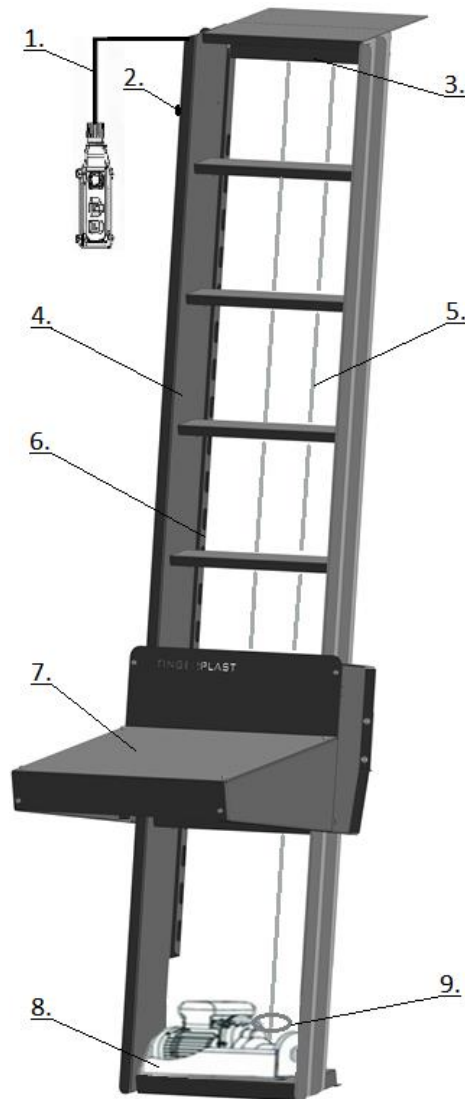

Рис.2. Общий вид подъёмника.
5.1 Общий вид подъемника представлен на рис. 2.
- перед началом работы убедитесь в том, что стальной трос правильно намотан на барабан (рис. 2).